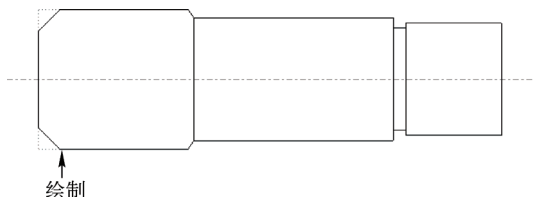

图 2-74 绘制其他倒角
STEP 04 用与上述同样的方法，创建其他的倒角，单击鼠标中键，完成倒角的绘制，效果如图 2-74 所示。